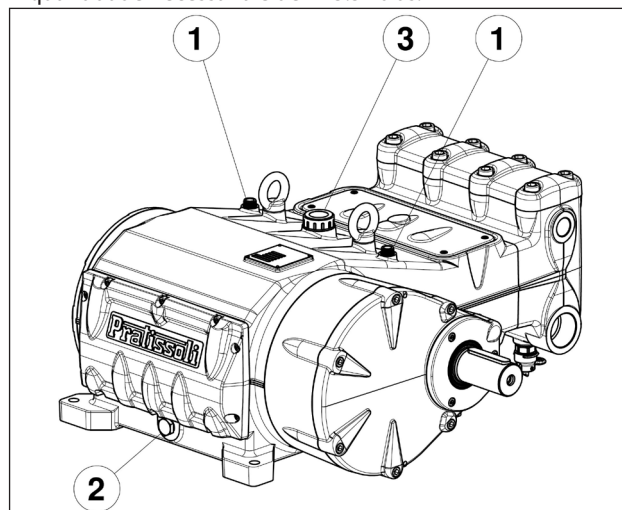

Fig. 3
Verifique o nível do óleo com a vareta da haste do nível do óleo especial, equipada de entalhes de mínimo e máximo ①, Fig. 3.
Se necessário, complete até a tampa do óleo. ③, Fig. 3.
O controle correto do nível do óleo é realizado com a bomba em temperatura ambiente, a troca do óleo é executado com bomba de temperatura de trabalho, removendo: a haste do nível do óleo pos. ②, Fig. 3.